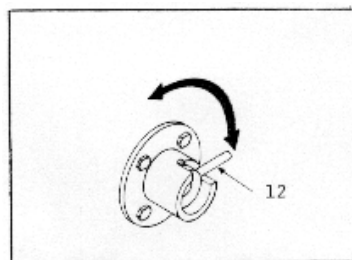

Fig. 4
MANDO FRENO ESTACIONAMIENTO (12) FIG. 4